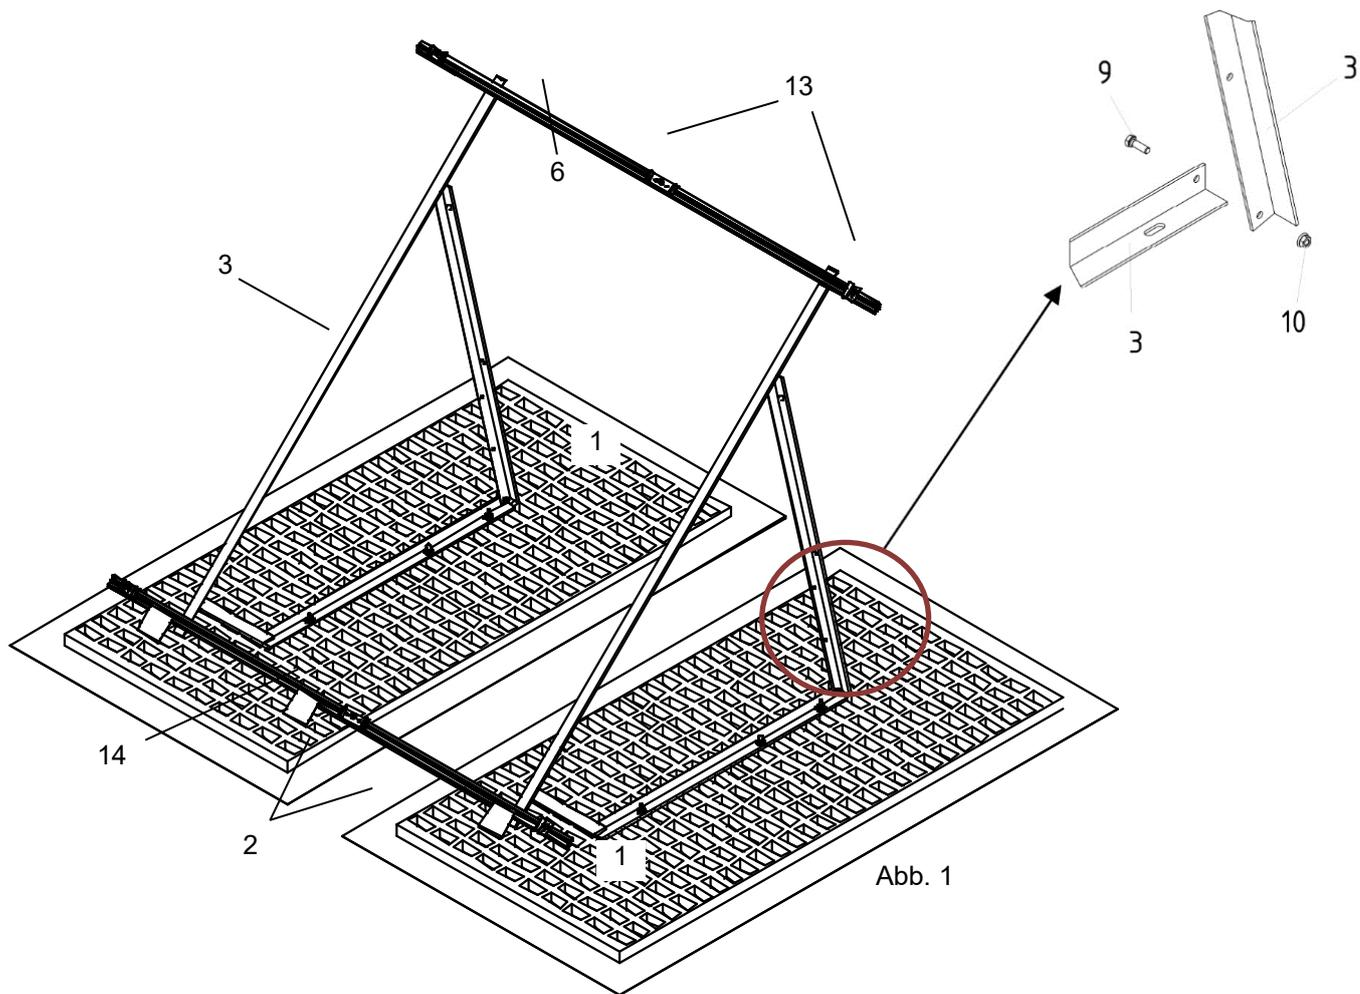

Abb. 1
2. Die Schutzmatte (2) wird unter den jeweiligen Trägerplatten (1) verlegt. Die Trägerplatten (1) müssen anhand der drei Gewindestutzen M10 (4+5) ausgerichtet und positioniert werden (Abb. 1).